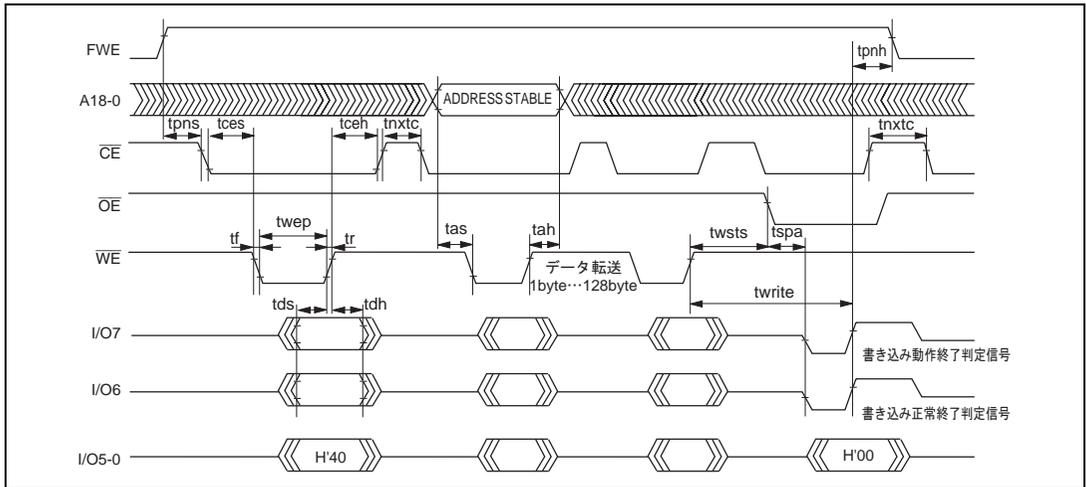

図 19.82 自動書き込みモードのタイミング波形
- (1) 自動書き込みモードでは、128バイト同時書き込みを行います。これは、バイトデータを128回連続で転送してください。
- (2) 128バイト以下の書き込みでも128バイトのデータ転送を行う必要があります。必要ないアドレスへのメモリ書き込みは、データをH'FFにして書き込みを行う必要があります。
- (3) 転送するアドレスの下位7ビットは、ロー状態にしてください。有効アドレス以外を入力した場合は、メモリ書き込み動作に移行しますが、書き込みエラーとなります。
- (4) メモリアドレスの転送は、第2サイクルで行います(図19.82)。第3サイクル以降では転送しないでください。
- (5) 書き込み動作中は、コマンド書き込みを行わないでください。
- (6) 書き込みは、各アドレスの128バイト単位のブロックに対して、1回の自動書き込みで行ってください。すでに書き込まれたアドレスブロックへの2回以上の追加書き込みは行えません。
- (7) 自動書き込み正常終了の確認には、I/O6を調べることにより行います。または、ステータス読み出しモードを使用しても確認することができます(I/O7のステータスポーリングは、自動書き込み動作終了判定用端子です)。
- (8) ステータスポーリングのI/O6、I/O7の情報は、次のコマンド書き込みまで保持されます。次のコマンド書き込みが行われていなければ、 $\overline{\text{CE}}$ 、 $\overline{\text{OE}}$ をイネーブルにすることにより読み出し可能となります。